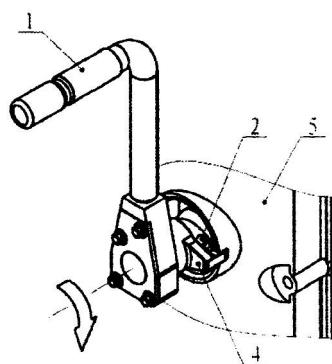

图3
- 保持拨套4位置不变，摇动摇手柄使起动销2插入柴油机起动轴的凹槽内，此时拨套4上的方销也应插入齿轮室盖5上的方槽内（见图3）；
d. 右手握住摇手套1，顺时针摇动摇手柄，开始正常起动柴油机（见图3）；